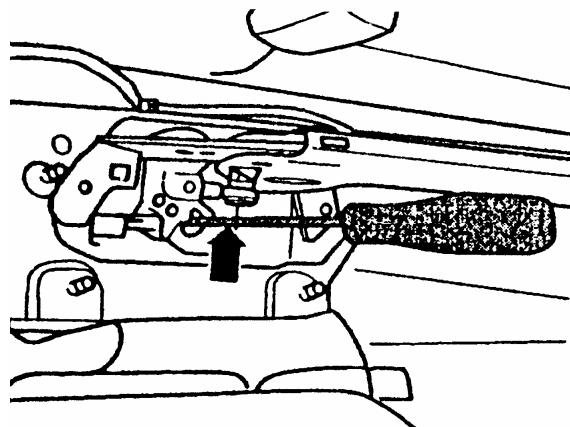

图 13-53 从定位器上压出滚珠
(8) 如图 13-53 所示, 用螺丝刀向手制动杆方向压手制动拉索, 从定位器上压出滚珠。